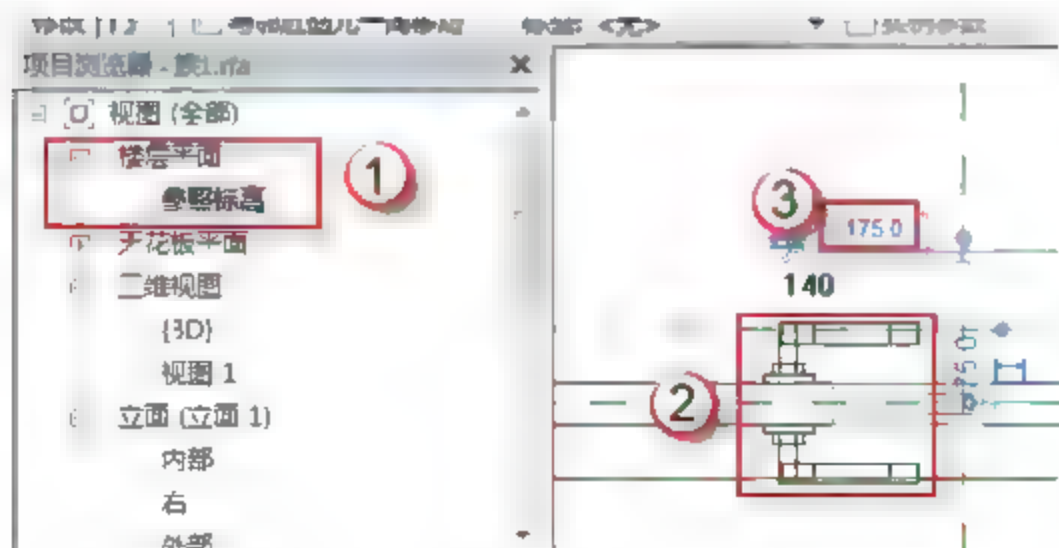
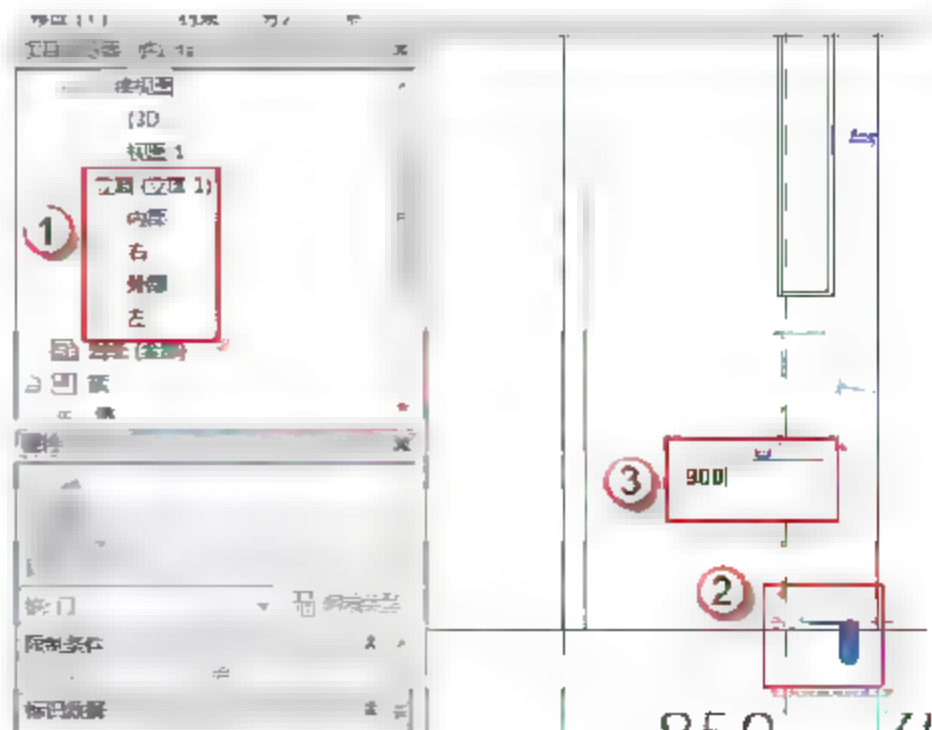

图 6.1.111 调整门锁水平位置
图 6.1.112 调整门锁竖直位置
(30) 调整门锁位置。选择“项目浏览器”中的“立面 (立面 1)”→“参考平面”选项，进入门的外部立面视图。单击门锁距离门中轴线尺寸，输入“140”字样，如图 6.1.111 所示。选择“项目浏览器”中的“立面 (立面 1)”→“外部”选项，进入门的外部立面视图。选择族“门锁 1”，按快捷键 M+V，将其向上移动并输入“900”，按 Enter 键确定，如图 6.1.112 所示。